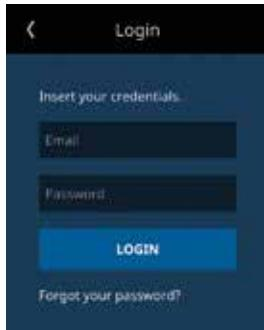

Figura 6 - Tela de Login
4. Insira o endereço de e-mail e a senha. Após clique em *LOGIN*. Verifique figura 6.